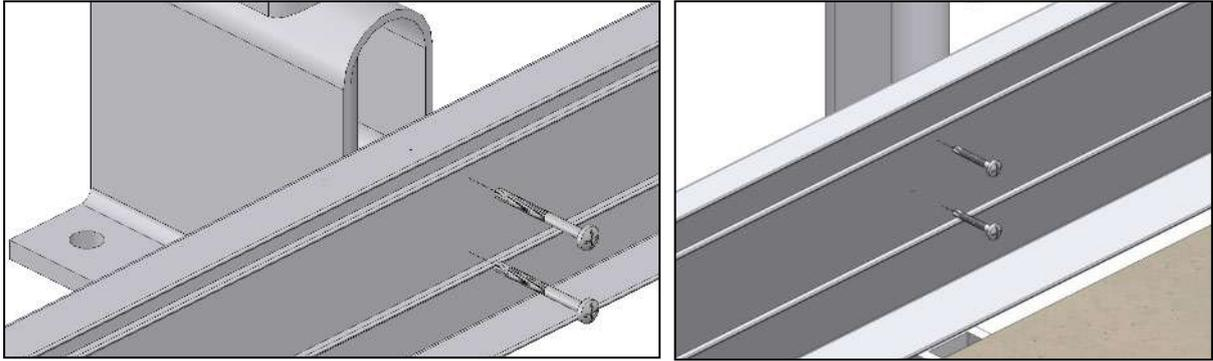

Fig. 20 – A la izquierda fijación del zócalo a la vertical del pie montante (V₃). A la derecha, la fijación zócalo directamente sobre el montante (V₂).
3. Introduzca nº2 tornillos autorroscantes para la correcta fijación del zócalo según a dónde tengan que ir colocados (V₂ para la fijación directa sobre el montante, V₃ para la fijación a la vertical del pie montante), ver *fig. 20*.